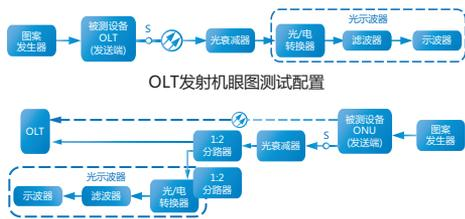

图5
为了防止接收机灵敏度过分劣化，要对发送信号的波形加以控制，通常是在S点上发射机眼图模板来规范发射机送出的光发送信号的脉冲形状。发射机的眼图配置如图5：
- (a) 按图5所示搭建 OLT和ONU的测试配置；